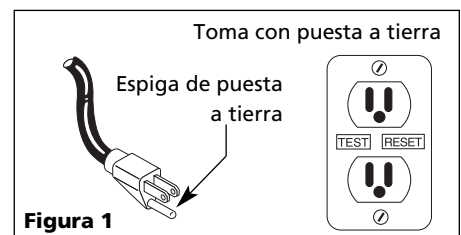

Figura 1
- Esta bomba sólo se debe usar en circuitos de 120 voltios (monofásico) y el enchufe del cordón tiene tres terminales tal como se muestra en la figura 1.
Para reducir el peligro de electrocutamiento el motor debe estar conectado a tierra adecuadamente. Esto lo puede hacer de las siguientes formas conecte el enchufe a un tomacorriente con tres orificios tal como se muestra en la figura 1.